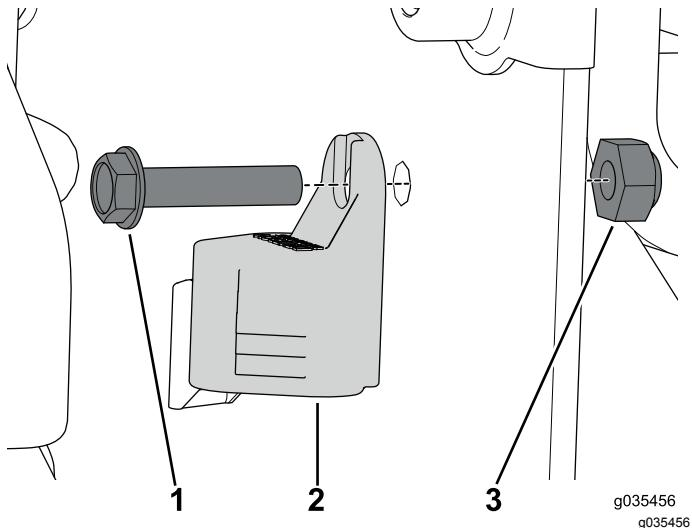

Figura 16
9. Utilice el perno (Nº 10 x  $\frac{7}{8}$ ") y la contratuerca para fijar la tapa del enchufe en la caja del controlador (Figura 16).